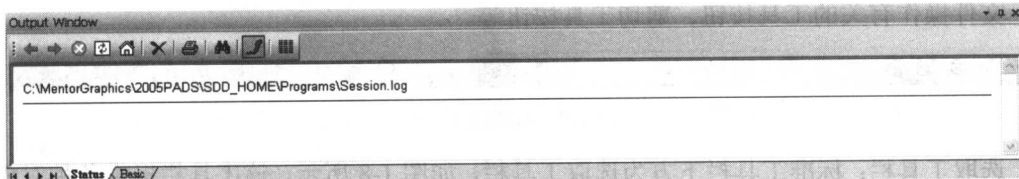

图 1-11 输出窗口
**输出窗口：**窗口下方为输出窗口，如图 1-11 所示，其中包括两个选项卡，Status 选项卡为程序操作记录选项卡，用以记录程序动作的状态；Basic 选项卡为 Basic 程序语言